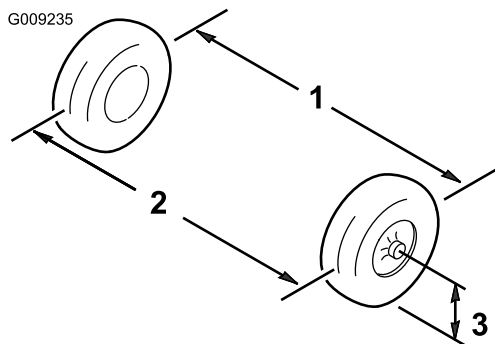

Figure 50
1. Mesurez la distance entre les roues avant à hauteur d'essieu, à l'avant et à l'arrière des roues (Figure 50).